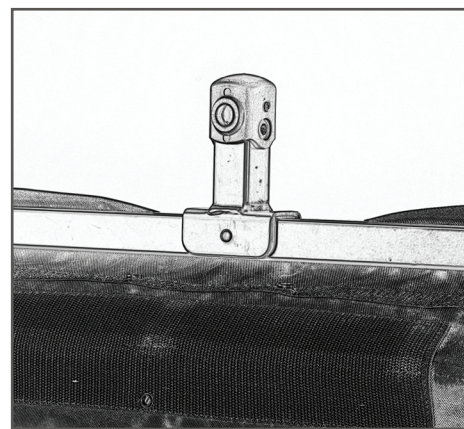

図31
4. ホイール・ブラケットをフレーム上でスライドし、ロケータ・ピンがフレーム・チューブの前面の小さな穴に収まるようにしてください(図31)。ブラケットのねじ込みナット・サイドが上部にあるように徹底してください。ブラケットの何も無い穴が底面を向くようにしてください。